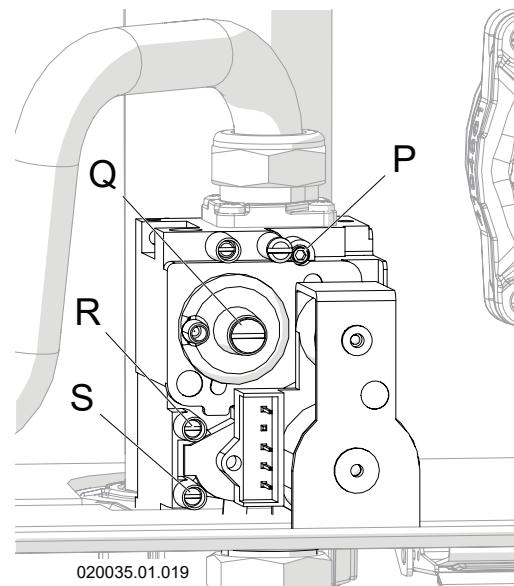

Figura 6-5 - Valvola del gas
- 15.- aprire completamente la vite di regolazione del CO2 particolare "P" (Figura 6-5);